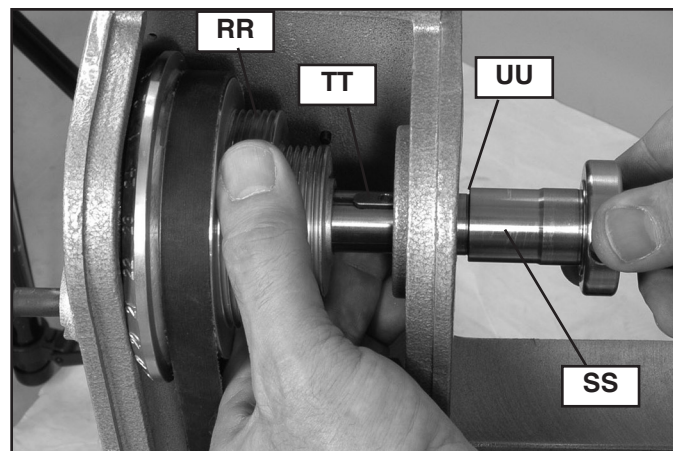

Fig. 35
11. Coloque la polea del eje (RR) dentro del cabezal (tal como se muestra en la Fig. 35) y sosténgala mientras introduce el eje (SS) a través del cabezal y la polea. Fíjese de alinear la llave del eje (TT) con la ranura de la polea (no se muestra).
12. Asegúrese de que la polea esté bien apoyada contra el reborde del eje (UU).